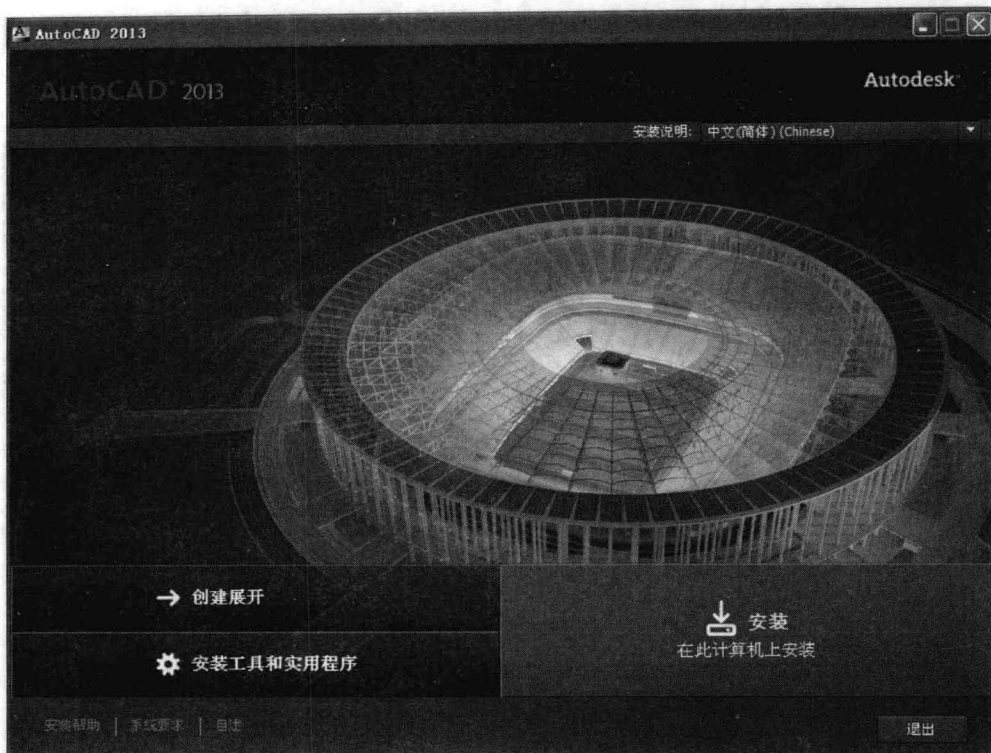

图 1-1-3 安装界面
③ 解压完毕后 (5~15min 左右, 不同的电脑配置需要不同的时间), 系统自动打开安装界面, 单击“安装”按钮, 如图 1-1-3 所示。